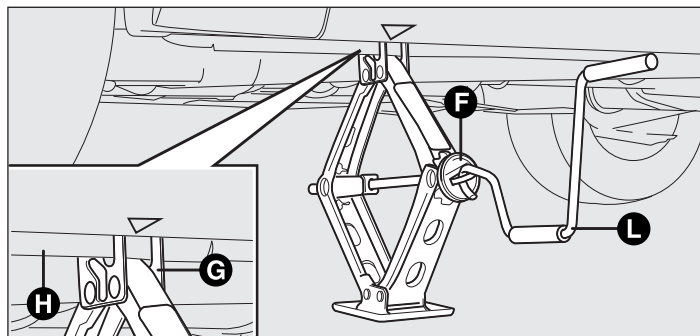

рис. 147
- ❑ с помощью приспособления F – рис. 147 распрямите домкрат таким образом, чтобы его верхняя часть G вошла в фиксатор H;
- ❑ с помощью рукоятки L- рис. 147 опустите автомобиль и уберите домкрат;